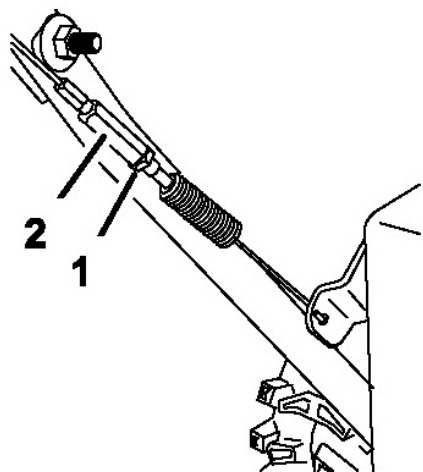

Рисунок 35.
3. Затяните контргайку (Рис. 35)